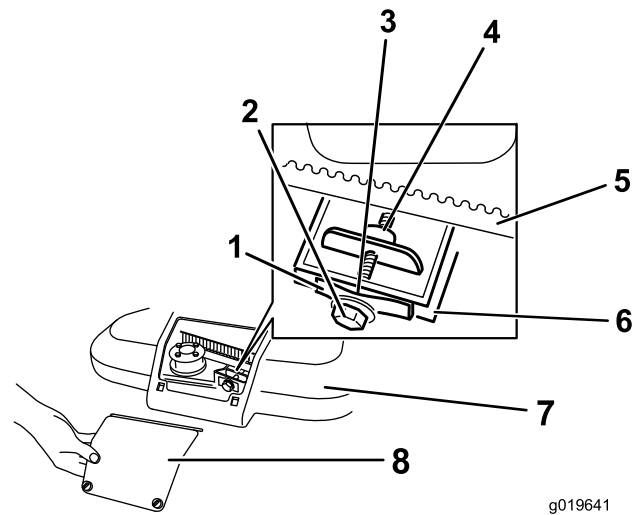

Bild 39
- Lösen Sie die zwei Schrauben an der Riemenabdeckungsplatte und nehmen die Platte ab (Bild 39).
- Halten Sie eine Fühlerlehre (0,255 mm), ein Papierstück oder einen Notizzettel gegen die Wand und schieben Sie nach unten hinter die Riemenspannungsfeder (Bild 39).
Hinweis: Wenn ein sichtbarer Abstand zwischen der Fühlerlehre und der Feder besteht, ziehen Sie die Einstellschraube und Mutter an, bis das Papier fast nicht mehr in den Abstand eingeschoben oder herausgezogen werden kann (Bild 39).